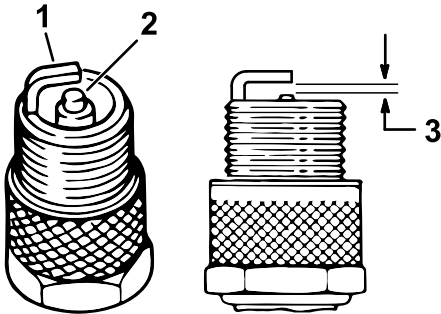

図 41
4. 電極 (側面と中央) と碍子の状態を点検する(図 41)。
5. 中央とサイドの電極間のすきまを **EFI 車両では 1 mm、キャブレター車両では 0.76 mm** に、図 41 のように設定する。